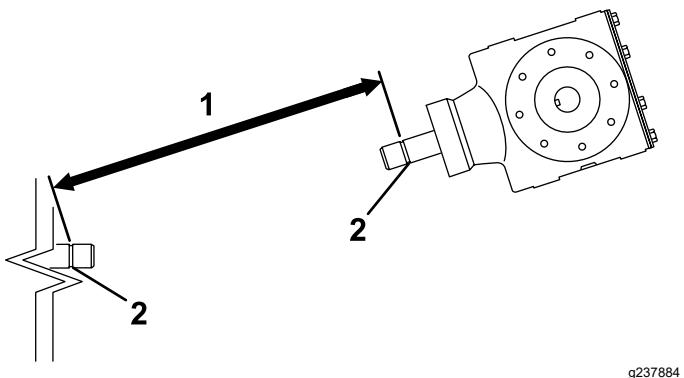
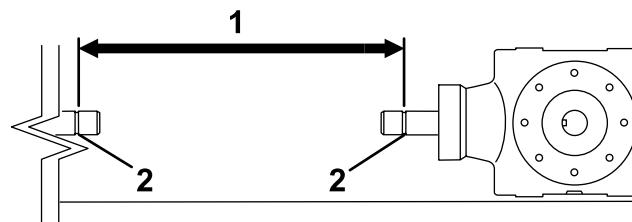

Figura 12
Figura 14
3. Meça a distância entre a folga na ranhura de bloqueio no veio da tomada de força da unidade de tração e a ranhura de bloqueio no veio da transmissão do arejador (Figura 12).
5. Meça a distância entre a folga na ranhura de bloqueio no veio da tomada de força da unidade de tração e a ranhura de bloqueio no veio da transmissão do arejador (Figura 14).
7. Utilizando a menor das duas medidas em Figura 14 e Figura 12, subtraia essa distância à distância em Figura 15. Exemplo: 81 cm menos 67 cm é igual a 14 cm.